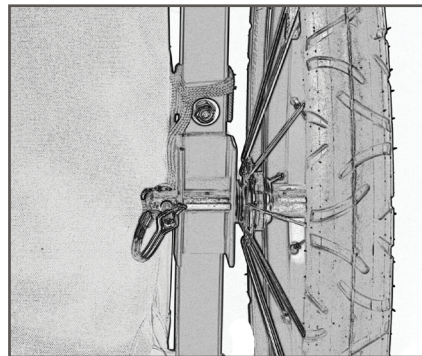

図11
5. (ホイール・ブラケット付近のバイク・フレームに繋がれている) Quick-Release ピンをスタブ車軸の穴に全体にスライドさせ、ピンのシャフトの上の端部につなげます (図11)。その他のホイールについては以上の手順を行います。